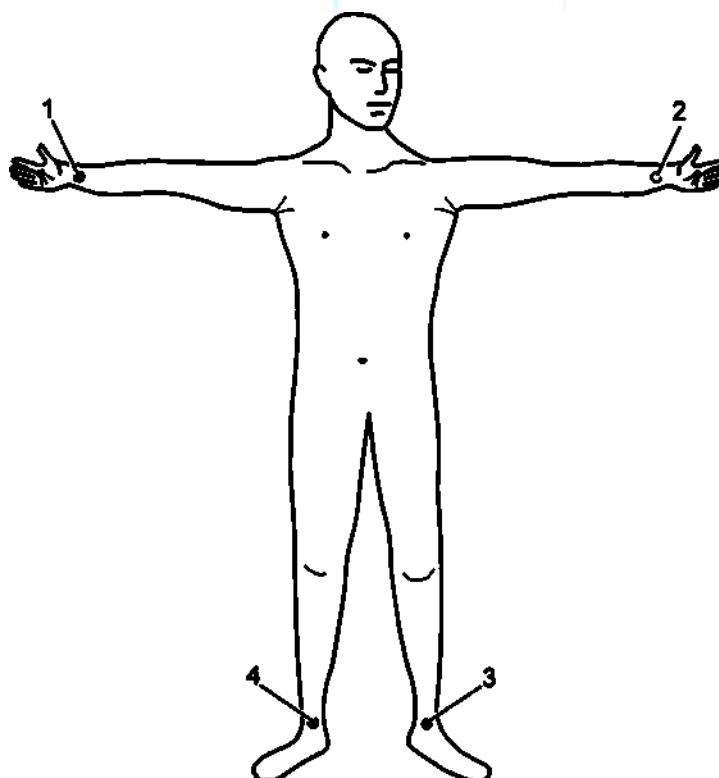

Рис. 6-7 Диагностическая ЭКГ, расположение электродов ЭКГ (1)
- Красный электрод ЭКГ: к правой руке (рис. 6-7, поз. 1)
- Желтый электрод ЭКГ: к левой руке (рис. 6-7, поз. 2)
- Зеленый электрод ЭКГ: к левой ноге (рис. 6-7, поз. 3)
- Черный электрод ЭКГ: к правой ноге (рис. 6-7, поз. 4)